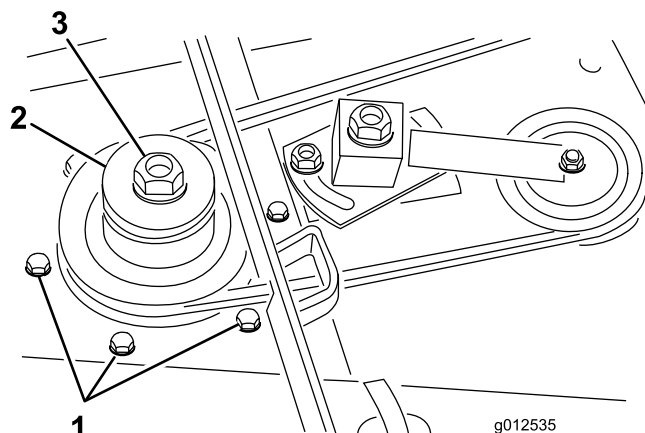

図 5
4. スピンドルハウジングアセンブリを刈り込みデッキに固定しているキャリッジボルトフランジナット各 6 を外す 図 5。刈り込みデッキの下からスピンドルハウジング・アセンブリを引き出す。